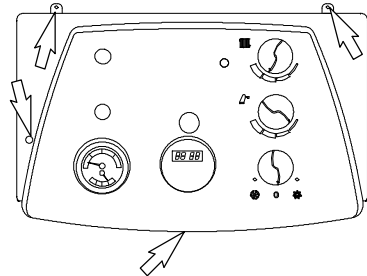

fig. 3.13
- 2 svitare le viti del pannello comandi indicate in fig. 3.13 e rimuovere il frontale.